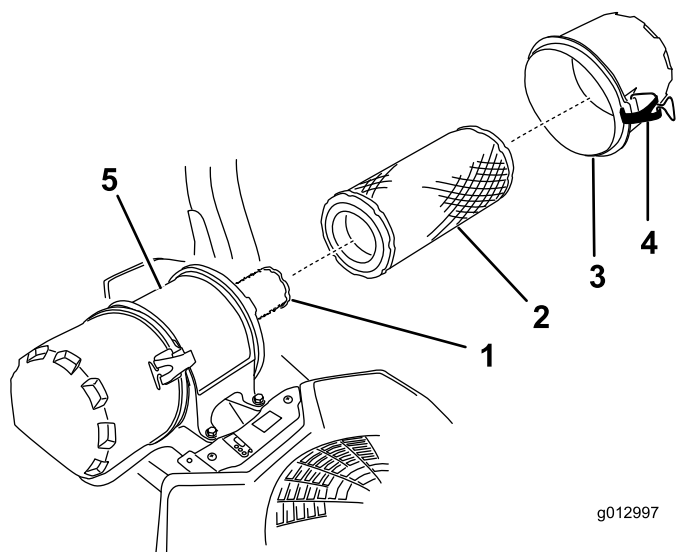

Figure 46
- Ouvrez les dispositifs de verrouillage du filtre à air et séparez le couvercle du corps du filtre (Figure 46).
- Sortez le préfiltre du corps du filtre avec précaution (Figure 46).
- Pour reposer l'élément de sécurité, glissez-le avec précaution dans le corps du filtre (Figure 46).
- Placez ensuite le préfiltre sur l'élément de sécurité avec le même soin (Figure 46).
- Remettez en place et verrouillez le couvercle du filtre à air (Figure 46).